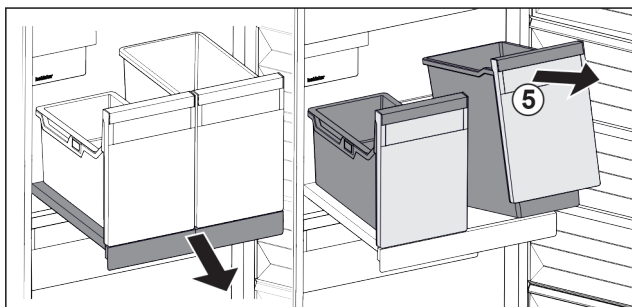

Fig. 28
- ▶ Unieść pojemnik Fig. 28 (5) z przodu.